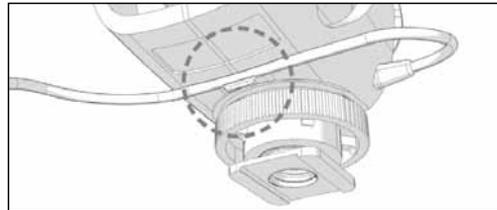

Abb. 5 – Sichern Sie das Anschlusskabel in der Führungsklemme
5. Drücken Sie das Kabel in die Führungsklemme an der Unterseite der Halterung (hinter dem Blitzschuhadapter), damit es sicher sitzt und nicht selbst Störgeräusche durch Bewegung verursacht (Abb. 5).